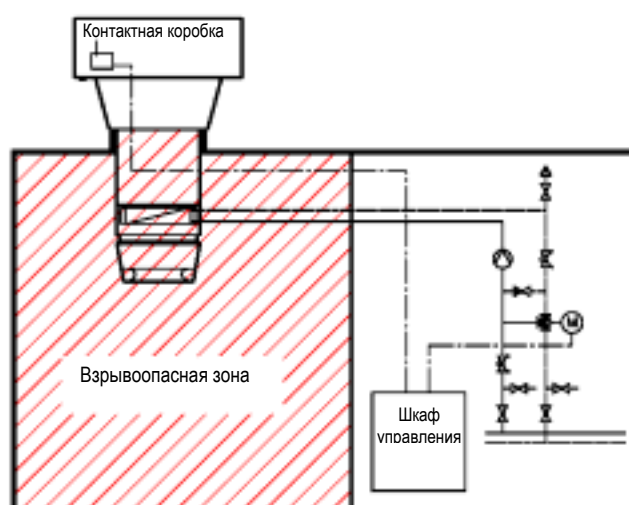

Рис.1 Только нижний блок агрегата RoofVent® LHW можно устанавливать во взрывоопасной зоне.
**Во взрывоопасной зоне можно устанавливать только нижний блок**, а не весь агрегат RoofVent® LHW. Верхний блок агрегата, насосный агрегат, клапан и шкаф управления должны устанавливаться за пределами взрывоопасной зоны (рис.1).